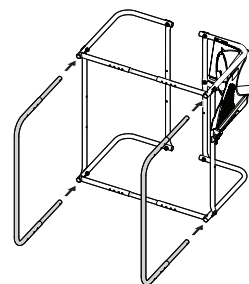

Figure 10
14. Fixez les arceaux au cadre, comme illustré Figure 10.